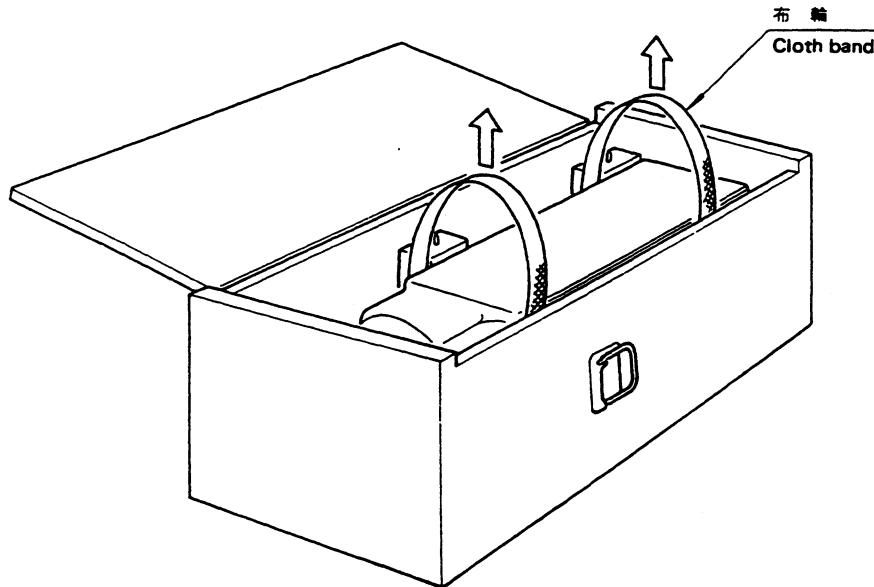

Fig. 1
- ハイトマスタ本体を格納箱から出す場合、Fig.1 のように、本体引き出し用の布輪を両手に持ち、左右均等に持ち上げるようにして下さい。